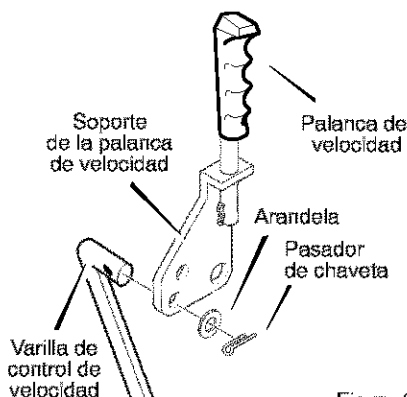

Figura 52
2. Conecte la **varilla de control de velocidad** (*extremo en ángulo de 90°*) al **soporte selector de velocidad** con la **arandela** y el **pasador de chaveta**. Vea la Figura 52.